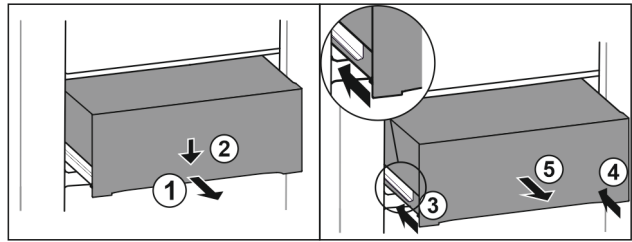

Fig. 112
- Tirer le tiroir jusqu'à mi-chemin. Fig. 112 (1)
- Appuyer sur l'avant du tiroir vers le bas. Fig. 112 (2)
- Insérer le rail gauche d'env. 2 cm. Fig. 112 (3)
- Insérer le rail droit d'env. 2 cm. Fig. 112 (4)
- Retirer le tiroir par l'avant. Fig. 112 (5)